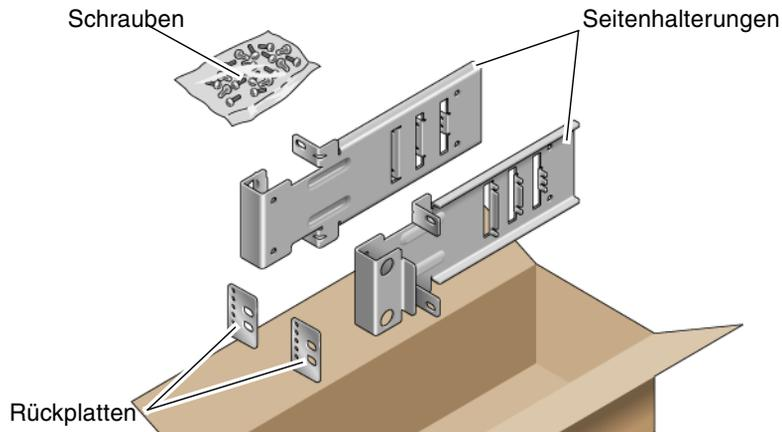

ABBILDUNG 4-8 Inhalt des Festmontage-Kits für 19-Zoll-Racks mit 2 Stützen
1. Nehmen Sie die Seitenhalterungen aus dem Rack-Kit zur Hand (ABBILDUNG 4-8).
5. (Optional) Bei besonders hohen Schwingungen in der Umgebung ist der Server mithilfe der Rückplatten zusätzlich an der Rack-Rückseite zu befestigen (ABBILDUNG 4-8).